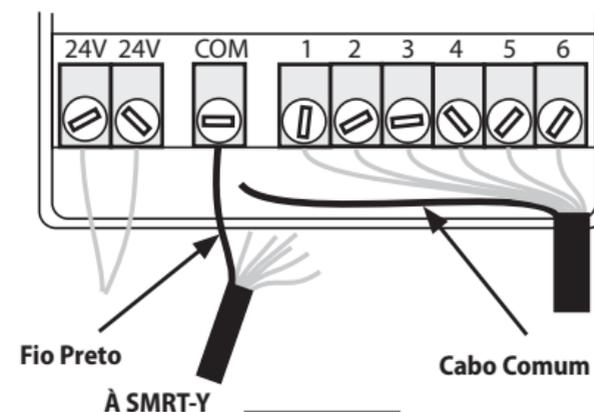

Figura 7
1. Desligue o cabo ou cabos que estão ligados ao terminal "COM" (ou Comum) no programador. Ligue o fio Preto da interface de utilizador SMRT-Y ao terminal COM do programador (consultar a Figura 7).